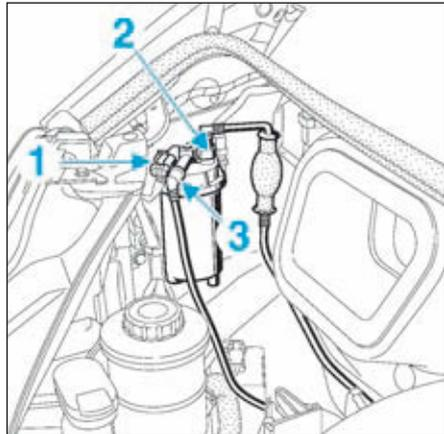

FIG.139
- le connecteur du réchauffeur (1) (Fig.139),